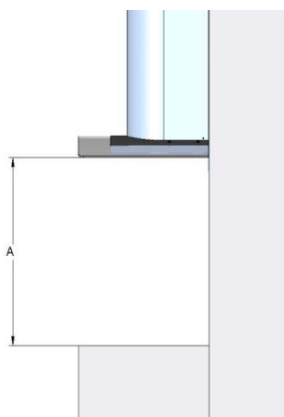

Рис. 3
2. Приложите корпус вытяжки к стене, сохраняя минимальное расстояние А (65 см для электрических и 75 см для газовых плит) между нижним краем вытяжки и поверхностью для приготовления пищи на плите (рис. 3).